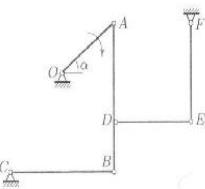

Рис. 6
**Задача 6.** Механизм состоит из пяти шарнирно соединенных стержней. Три шарнирные опоры крепят механизм к основанию. В указанном положении механизма (рис. 6) известна угловая скорость стержня  $OA$ :  $\omega_{OA} = -6$  см $^{-1}$ . Дано:  $OA = 5$  см,  $AB = 9$  см,  $BC = 8$  см,  $BD = 3$  см,  $DE = EF = 6$  см,  $\cos \alpha = 4/5$ . В данный момент стержень  $DE$  горизонтальный, стержни  $AB$  и  $FE$  вертикальные. Найти угловые скорости всех звеньев механизма.